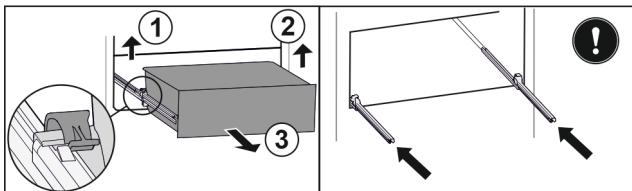

Fig. 142
- Повдигнете лявата скоба и едновременно с това изтеглете напред чекмеджето отляво. Fig. 142 (1)
- Повдигнете дясната скоба и едновременно с това изтеглете напред чекмеджето отдясно. Fig. 142 (2)
- Извадете чекмеджето напред. Fig. 142 (3)